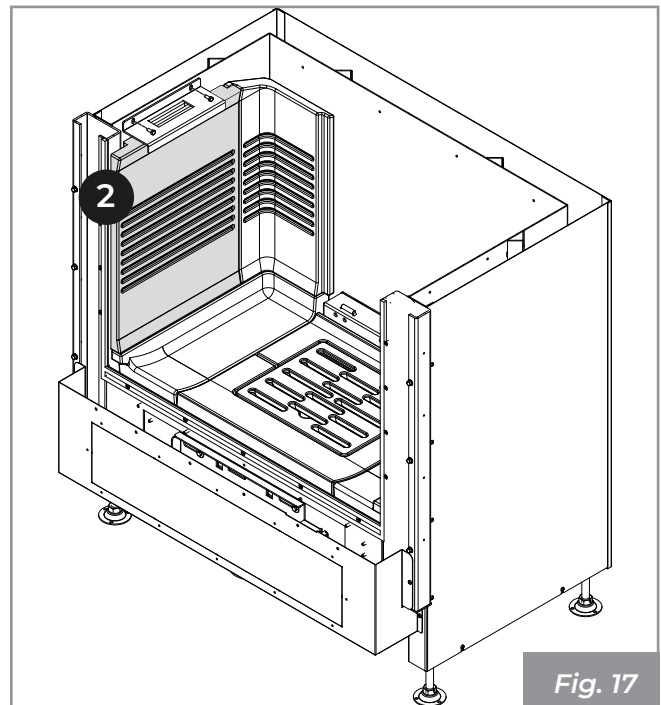

Fig. 17
3) Coloque el refractario lateral (2), teniendo cuidado de introducirlo en las ranuras correspondientes. Fije el refractario con el soporte, fijándolo con los tornillos suministrados. (Fig. 17).